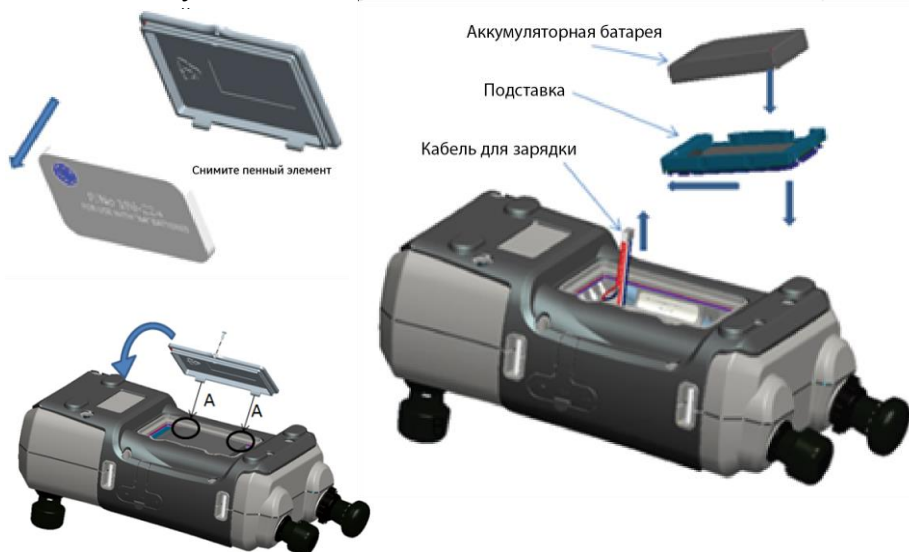

Рис. 2. Установка комплекта аккумуляторной батареи
6. Установите крышку на место. Закройте отсек батареи, вставив зажимы в отверстия (A) и установив крышку под углом, после чего затяните крепежный винт (см. рис. 2).